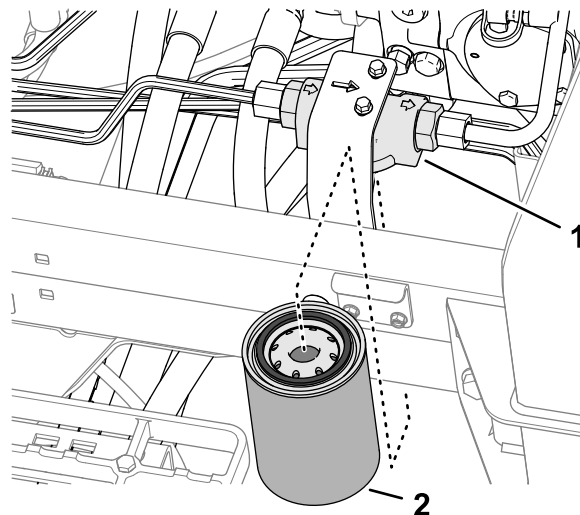

Figure 150
3. Placez un bac de vidange sous le filtre de charge, sur le côté gauche de la machine (Figure 150).